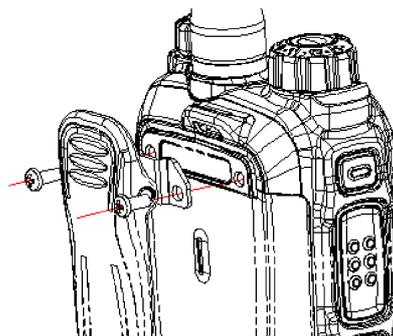

Рисунок 3
2.2.5 Установите скобу крепления на ремень следующим образом. Отвинтите два винта на задней панели радиостанции. Возьмите скобу крепления на ремень и расположите ее так, чтобы отверстия в держателе скобы совпали с отверстиями на задней панели радиостанции, где были установлены винты. Закрутите два винта для фиксации скобы крепления на ремень (см. Рисунок 3).